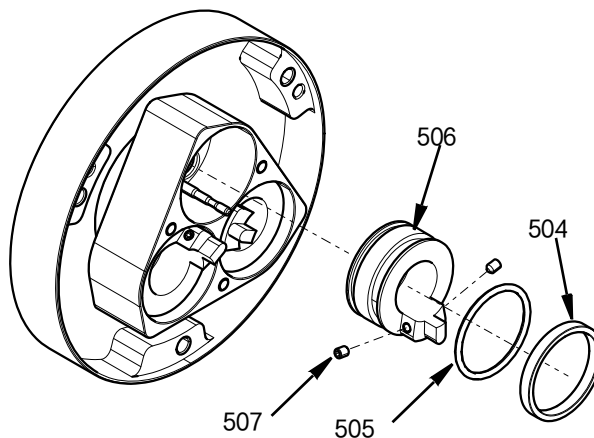

FIG. 11
3. 拧松两个 M4 固定螺丝 (507)，以解锁柱塞和柱塞杆截止阀，从而卸下柱塞 (506)。一旦拧下螺丝，便可以接近柱塞 (506)。可以卸下 O 形圈 (505) 和导向环 (504)。参见FIG. 11。